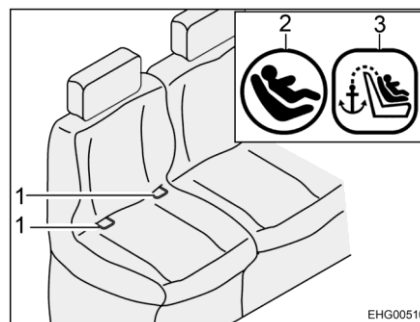
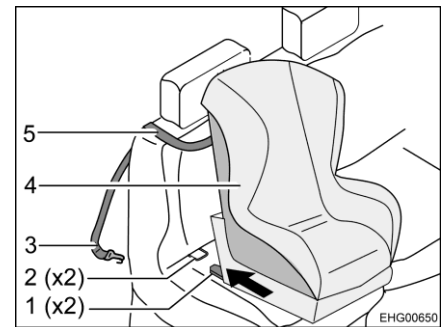

Fig. 10 Asiento con ISOFIX
Fig. 11 Fijación con Top Tether
- Pasar la correa Top Tether (Fig. 11,5) por encima del cojín del respaldo (entre el reposacabezas y el deflector del cinturón de seguridad).
- Enganchar el gancho de fijación (Fig. 11,3) en el punto de anclaje en el lado trasero del asiento del vehículo.
- Dejar que los brazos de enganche (Fig. 11,1) engatillen en los puntos de anclaje (Fig. 10,1 y Fig. 11,2). En esto, se deberá oír un clic distintivo.
- Con un fuerte tirón verificar que el asiento infantil (Fig. 11,4) esté firmemente fijado.